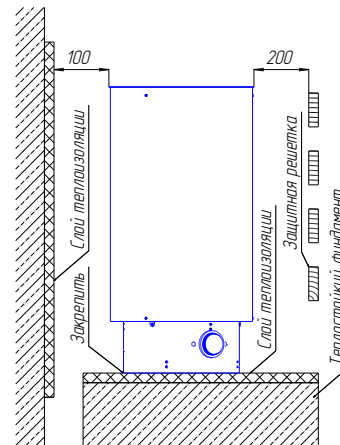

Рис.1 Установка электрокаменки
6.4. Электрокаменка устанавливается на теплостойкий фундамент рис.1, выставляется по высоте с помощью регулируемых ножек и крепится к каркасу сауны при помощи комплекта крепежа. Около электрокаменки стены должны иметь огнезащитную панель из листового металла с теплоизоляцией из листового асбеста или минваты. Установку защитной решетки вокруг каменки следует производить на расстоянии согласно п. 6.1.